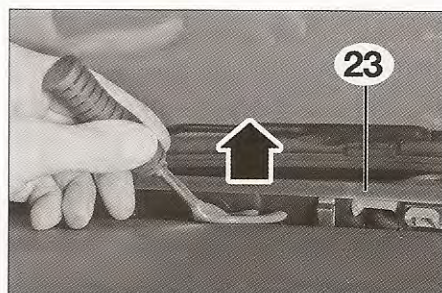

FIG. 31
- Desengrapar el difusor de aire (23) del parabrisas con un útil adaptado (fig. 31).